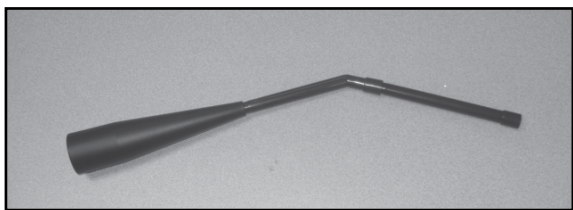

Figure 24.1
- c. Assemblez l'embout pour endroits difficiles de l'ensemble de micro nettoyage et connectez-le à l'aspirateur d'atelier. **Figure 24.1.**